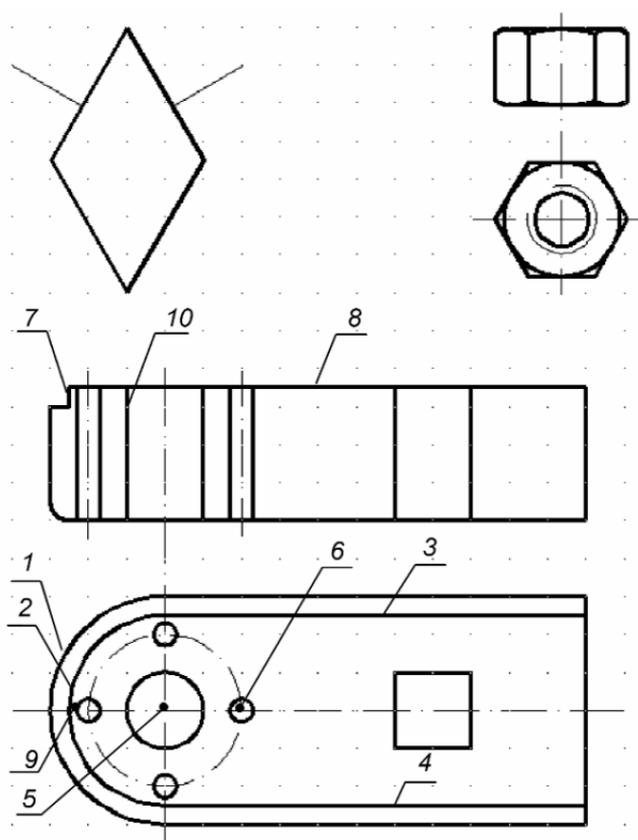

Рис. 4.2. Чертеж, дополненный новыми конструктивными элементами
1. Изменить фрагменты «Чертежа 2» в соответствии с рис. 4.2, используя инструменты для редактирования.
5. Создать дугу 2, подобную дуге 1, на расстоянии 5 мм от нее (рис. 4.2), используя команду **Offset** (Отступ):
Аналогично достроить линии 3 и 4, подобные внешнему контуру (рис. 4.2).
6. Установить слой с именем Оси текущим и начертить на нем окружность с радиусом 20 мм (осевая линия центров отверстий) с центром в точке 5 (рис. 4.2).
- на запрос Specify center point of array (Определите центральную точку массива:) указать точку 5 (рис. 4.2);
9. Дополнить верхнюю проекцию детали (рис. 4.2) прямыми 7 и 8. При построении прямой 7 использовать объектную привязку к точке 9 и режим отслеживания.
4. Дополнить вид спереди мелкими отверстиями и соответствующими им осевыми линиями, используя опцию **Copy** (Копировать) контекстного меню ручек (см. рис. 4.2):
- 5. Вычертить с использованием привязок проекции призматического отверстия с размером 20x20 мм согласно рис. 4.2.